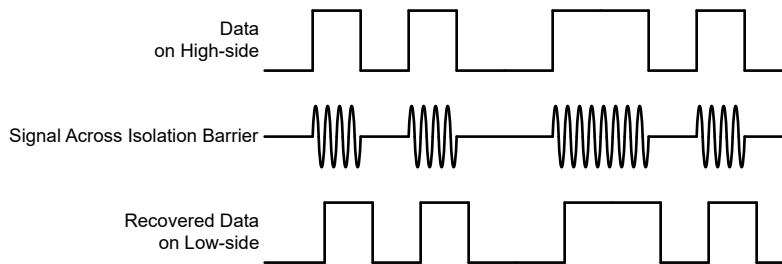

図 7-2. OOK ベースの変調方式
AMC23C10 は、SiO₂ ベースの絶縁バリア越しにコンパレータの出力状態を送信するため、図 7-2 に示すオン / オフ・キーイング (OOK) 変調方式を採用しています。「機能ブロック図」に示す送信ドライバ (TX) は、デジタル 1 を表すために内部で生成された高周波キャリアを絶縁バリア越しに送信します。デジタル 0 を表す信号は送りません。